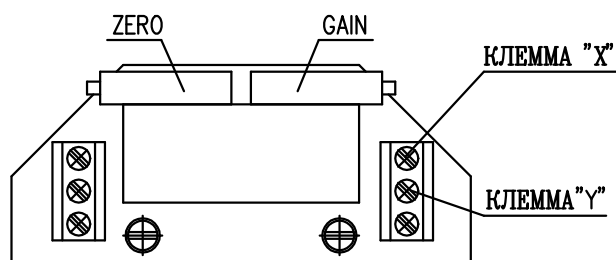

Рис. 7
#### EPV - 3-проводниковое включение (рис.7)
- Установите датчик сопротивления на основании инструкций в предыдущей главе так, что величину сопротивления измеряйте на клеммах X-Y (рис.7). (употреблен датчик с сопротивлением 2000Ω или 100Ω)
- Поворачиванием устанавливающего триммера ZERO (рис.7) установите величину выходного сигнала тока, измеряемого на клеммах 81-82, на величину 0 мА или 4 мА.
- Поворачиванием устанавливающего триммера GAIN (рис.7) установите величину выходного сигнала тока, измеряемого на клеммах 81-82, на величину 20 мА или 5 мА.